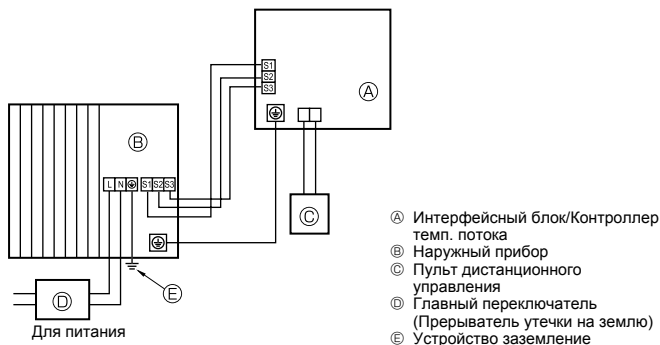

Fig. 6-1
6.1. Наружный прибор (Fig. 6-1, Fig. 6-2)
- 2 Подсоедините кабели, как указано на Fig. 6-1 и Fig. 6-2.